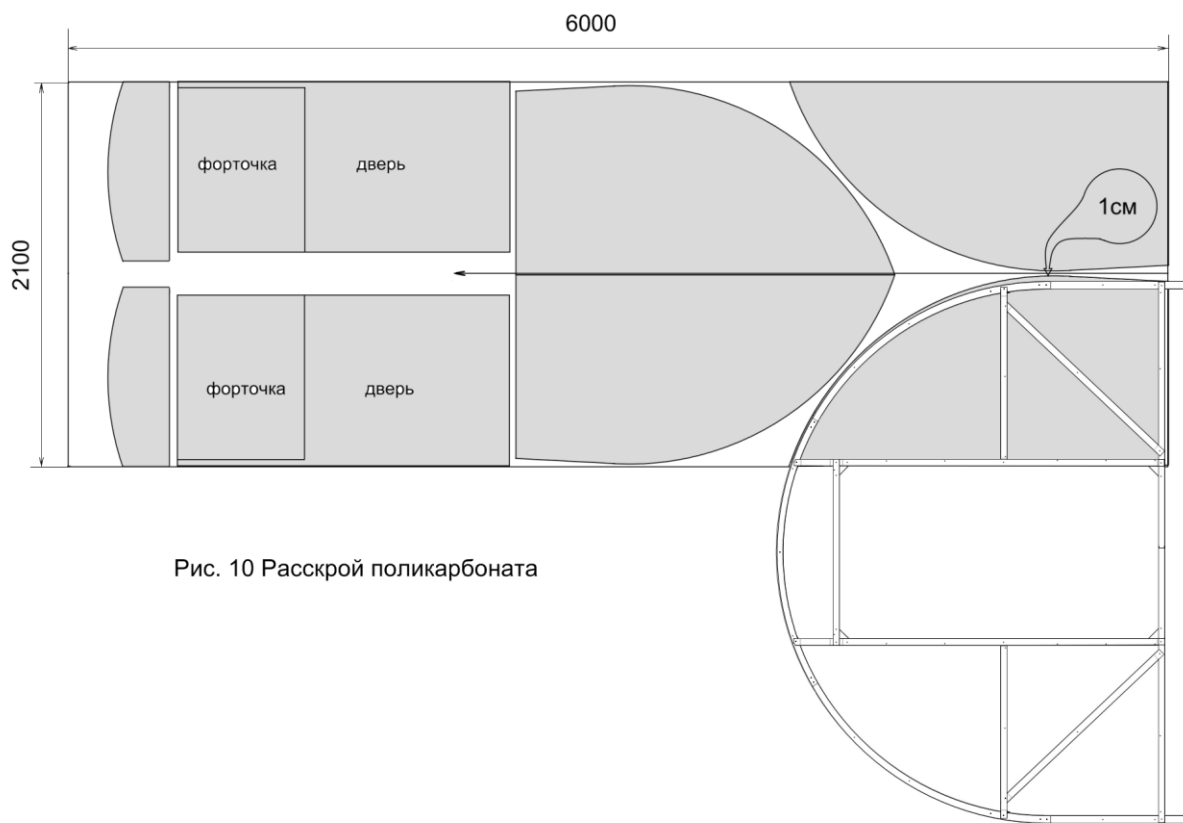

Рис. 10 Расскрой поликарбоната
- ✓ Положите лист поликарбоната размером 2,1х6м на ровный участок. На листе поликарбоната прочертите посередине, вдоль листа, маркером линию на длину примерно 3,60 м. (см. рис. 10).
- ✓ Возьмите вырезанную деталь покрытия и, используя как шаблон (с учетом изменений) маркером начертите оставшиеся три заготовки покрытия торцов на листе поликарбоната (см. рис. 10). Аккуратно вырежьте оставшиеся три боковые детали покрытия торца.